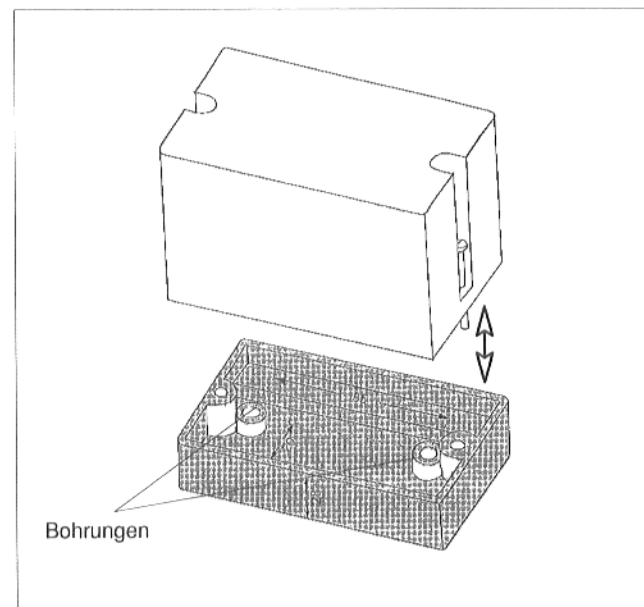

Abb.17: Gehäuse
- Das Unterteil kann über die beiden Bohrungen an der Innenwand befestigt werden (s. Abb. 17).